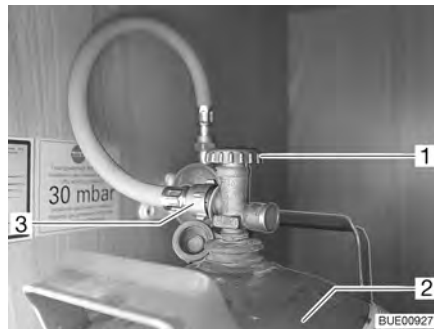

Fig. 99 Compartiment à gaz
- Fermer le robinet principal (Fig. 99,1) de la bouteille de gaz (Fig. 99,2). Observer le sens de la flèche.
- Dévisser à la main la lyre (Fig. 99,3) de la bouteille de gaz (filetage à gauche).